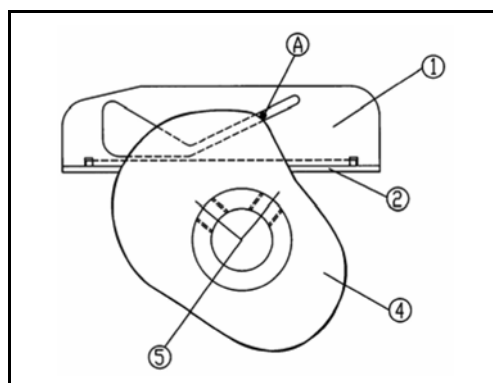

Рис. 27
Нитепротягиватель нити петлителя изображен на передней стороне Рис. 27.
Установите глазки нитепритягивателя петлителя ① и ② в крайнем правом положении, которое считается стандартным положением. (Рис. 27).